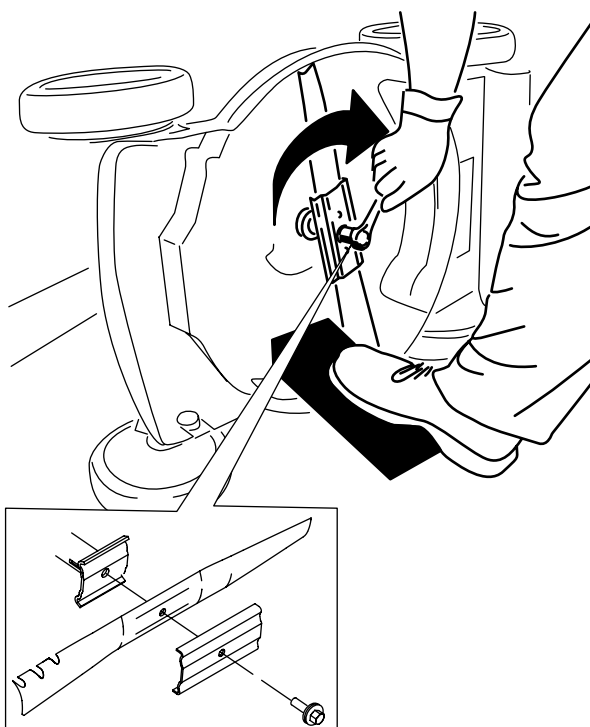

Figura 21
4. Instale la cuchilla nueva y todos los herrajes de montaje (Figura 21).